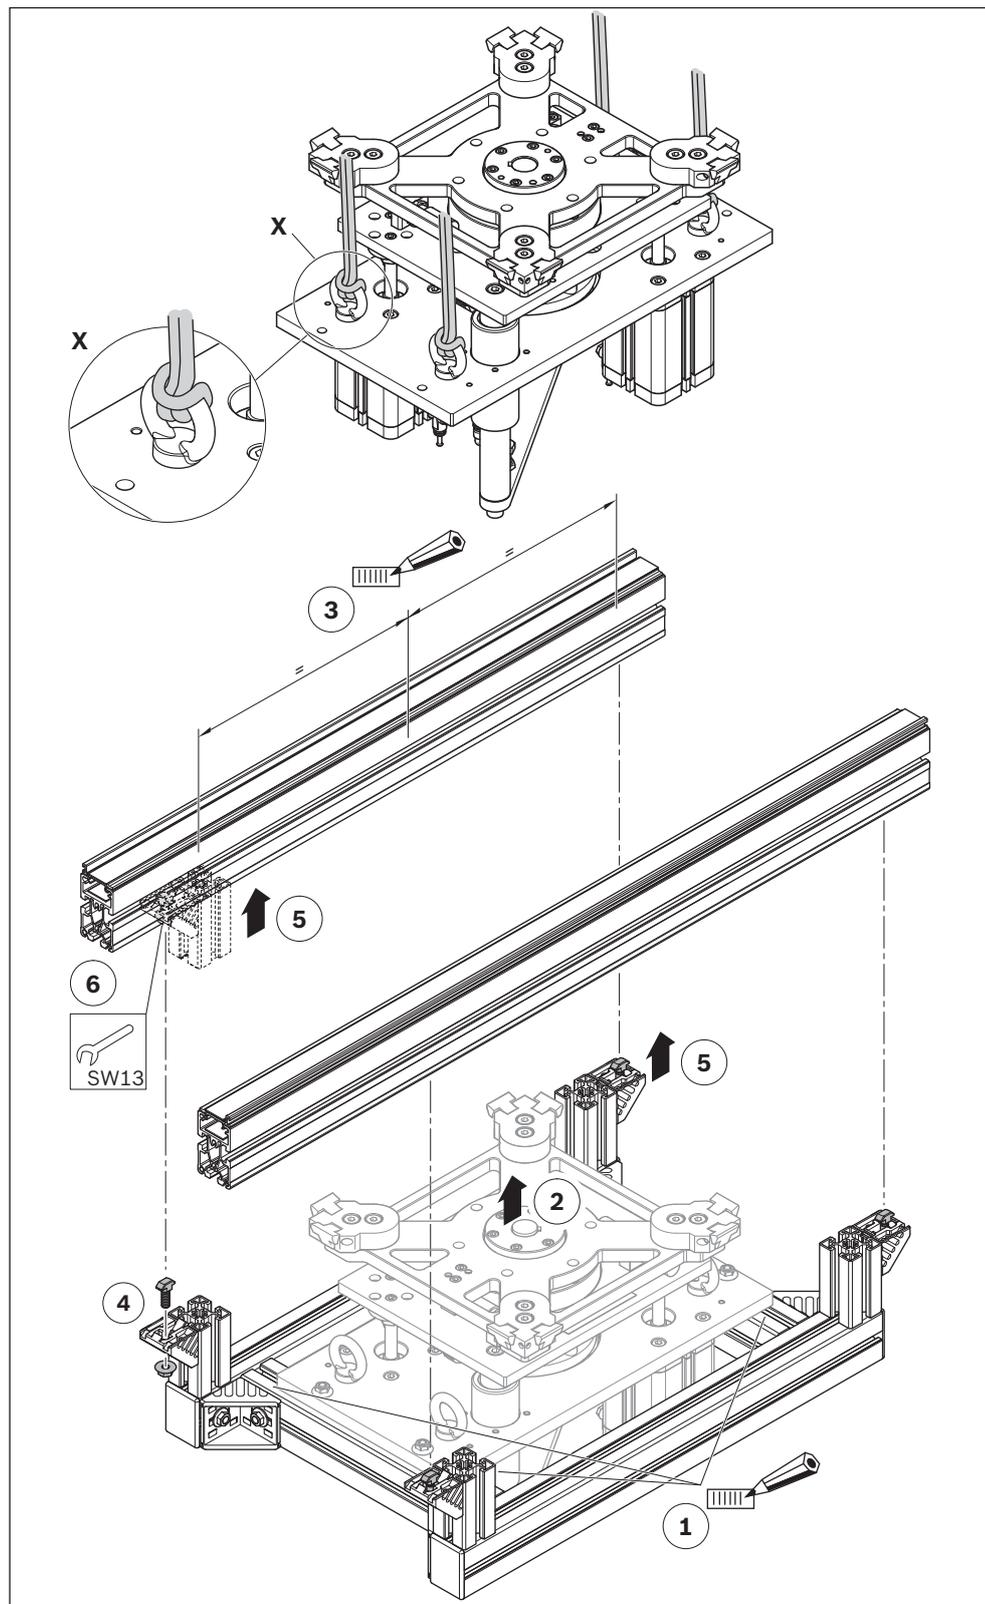

Abb. 8: Hub-Dreheinheit HD 2/H Baugröße 2 und 3 in Strecke ST 2 montieren (hier gezeigt am Beispiel Baugröße 2 180°)
Verwenden Sie zum Anheben eine Hebehilfe. Als Anschlagpunkte für z. B. eine Rundschlinge dienen die Ringschrauben (X) in der Grundplatte (siehe Abb. 8).